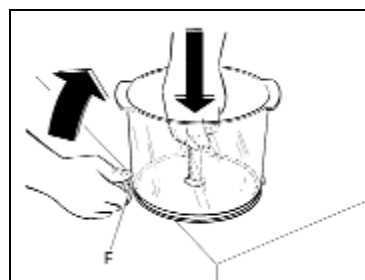

Fig. 4
- **A**ppoggiare il contenitore A su di una superficie piana (fig. 4), impugnare con una mano l'asta centrale e con l'altra tirare verso l'esterno la leva F (fig 4) in modo da poter scomporre la vasca nel fondo in inox e nel cilindro di plastica trasparente che la compongono.